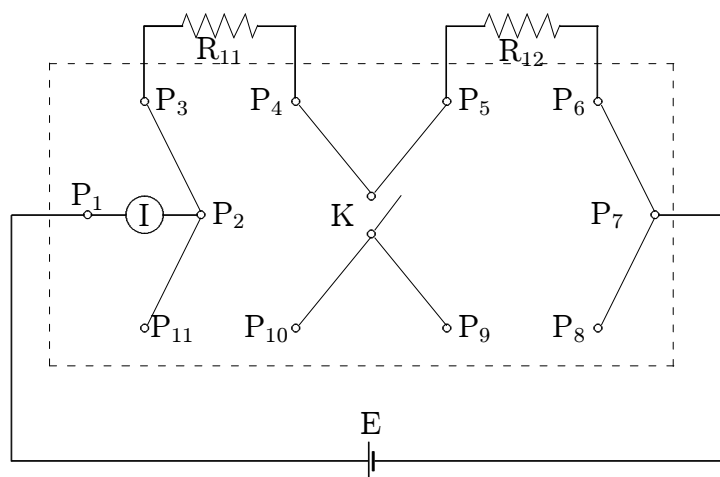

図 4.1: 直列回路 1 の結線図
1. 図 4.1 において抵抗 R_{11} と R_{12} を接続する。